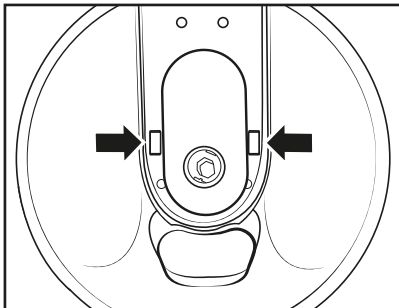

Bild 1
- Ta bort locket **3** från motorenheten **2** genom att trycka de två låsanordningarna som sticker fram genom locket **3** något inåt så att motorenheten **2** kan lossas från locket **3** (se bild 1).